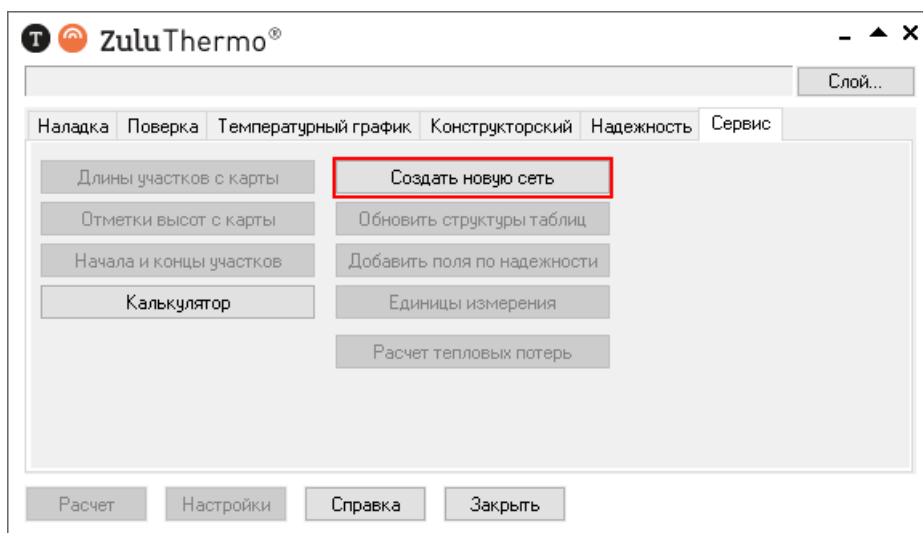

Рисунок 3.6. Вкладка Сервис окна теплогидравлических расчетов
2. Выбрать вкладку Сервис и в появившемся окне (Рисунок 3.6, «Вкладка Сервис окна теплогидравлических расчетов») нажать кнопку Создать новую сеть. На экране появится диалог создания новой тепловой сети.